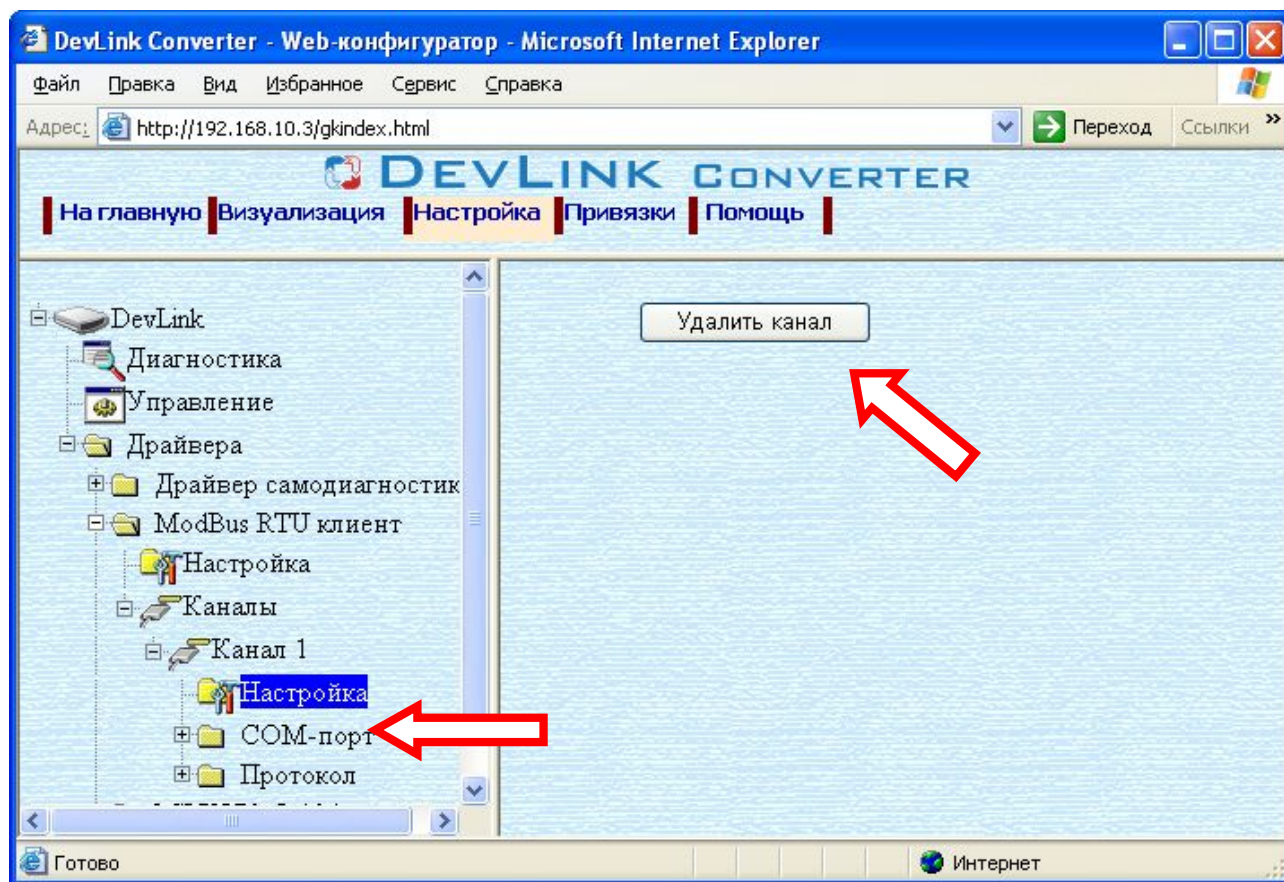

Рисунок 3.4 – Удаление канала
- Выберите в дереве объектов *папку «Настройка»* нужного канала драйвера (рисунок 3.4).